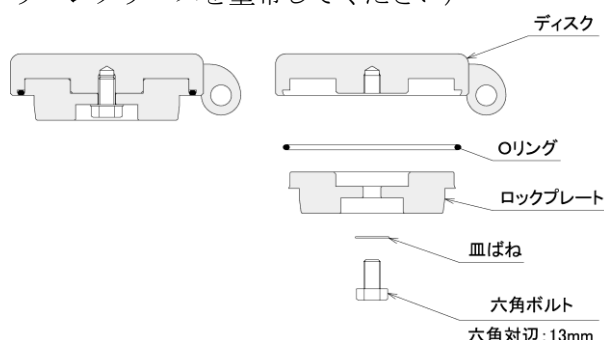

図 14. ディスク詳細図
- ⑦ディスクを分解清掃後、O リングを交換してください。（図 14 参照）
- ⑧ディスクを組み立ててください。（図 14 参照）
- ⑨ディスクをバルブ本体に組み付け、⑥で外したヒンジピンを差し込んでください。
- ⑩カバー用パッキンを新品に交換し、⑤で外したカバーを取り付けてください。